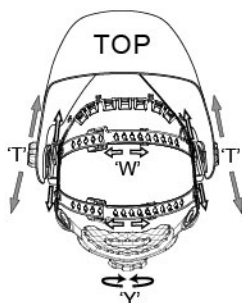

рис.7
Длину окружности оголовья можно увеличить или уменьшить, вращая ручку с нажатием на затылочной части оголовья (см. «У» на рис.7). Это можно сделать не снимая маски и позволяет получить натяжение, необходимое для надежной фиксации сварочной маски на голове.
• Если наголовник сидит на голове слишком высоко или слишком низко, отрегулируйте ремень, который проходит через макушку. Для этого ослабьте конец ремня, выдавив стопорный штифт из отверстия в ремне. Переместите две части ремня относительно друг друга на требуемую длину и вставьте стопорный штифт в ближайшее отверстие (см. W на рис.7).
Шаг 1: Ослабьте гайку фиксатор (см. "Т" на рис.7), и двигайте маску к или от вашего лица. Убедитесь, что расстояние между обоими глазами и светофильтром одинаковые, чтобы избежать неравномерного затемнения светофильтра.